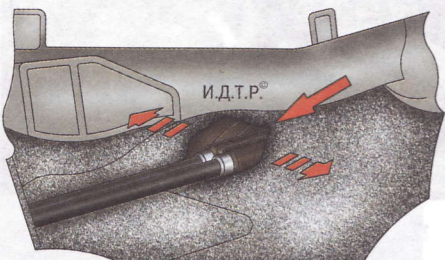

Рис. 6.6. Разрезание шумоизоляционной обивки тоннеля пола для получения доступа к креплению уплотнителя тросов управления коробкой передач
16. Для получения доступа к креплению уплотнителя тросов (он прикреплен к основанию кузова изнутри салона) надрежьте шумоизоляционную обивку тоннеля пола (рис. 6.6) и разведите ее края в стороны.